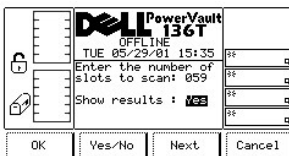

Abbildung 42. Dialogfeld "Command" > "Move" > "Scan Barcode" > "Confirm"
- 1 Wenn die Taste unter dem Softkey **Next** gedrückt wird, wird das nächste Feld der Liste zum aktiven Feld (siehe Abbildung 42).